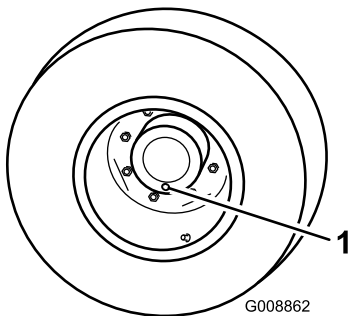

Bild 66
1. Stellen Sie die Maschine auf einer ebenen Fläche ab und positionieren Sie das Rad so, dass sich eine der Prüfschrauben in der untersten Stellung (6 Uhr) befindet (**Bild 66**).